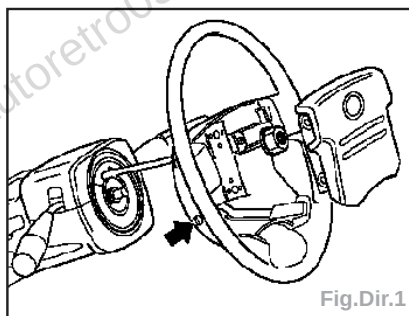

Fig.Dir.1
- l'airbag complet du volant : 2 vis captives (flèche) sur les flancs du volant (Fig.Dir.1).